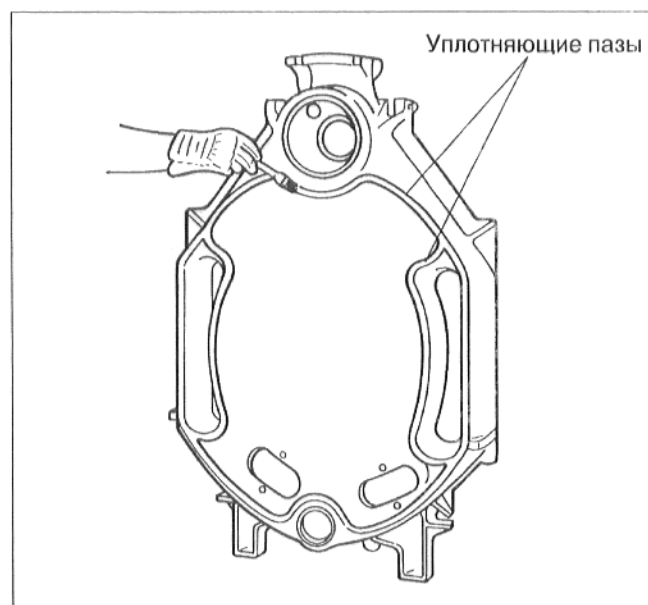

Рис. 9
- Очистить уплотнительные пазы наждачным полотном и тряпкой (рис. 9).
- Покрыть уплотнительные пазы склеивающим веществом (Primer) (рис. 9).